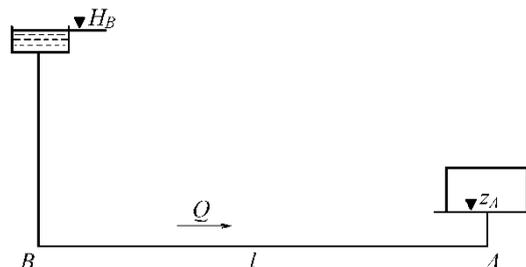

Рис. 2
3. Определить диаметр трубопровода для подачи 15 л/с воды от водонапорной башни В до предприятия А (рис. 2) при длине трубопровода $l = 1000$ м, отметке уровня воды в башне $H_B = 32$ м, геодезической отметке в конце трубопровода $z_A = 2$ м и свободном напоре $H_{ce} \geq 12$ м, если трубы: